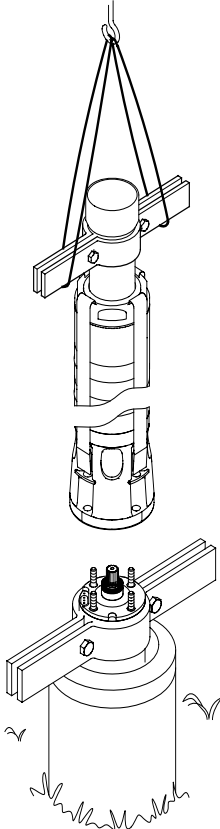

Fig. 19 Elevar a bomba para a posição
3. Eleve a parte da bomba através de estopos (cabos fortes) presos às barras extensoras, ver fig. 19.